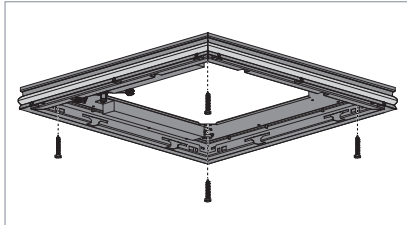

Fig. 4: Avvitare il telaio dell'apparecchio d'illuminazione al soffitto.
- ▶ Avvitare il telaio dell'apparecchio d'illuminazione al soffitto con quattro viti idonee, vedi Fig. 4.